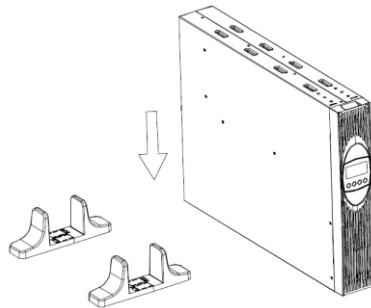

Abbildung 4: Installation als Tower
1. Schieben Sie die USV-Anlage vertikal in die beiden Füße (siehe Abbildung 4). Achten Sie auf einen möglichst großen Abstand zwischen den Füßen, um hohe Stabilität zu gewährleisten.